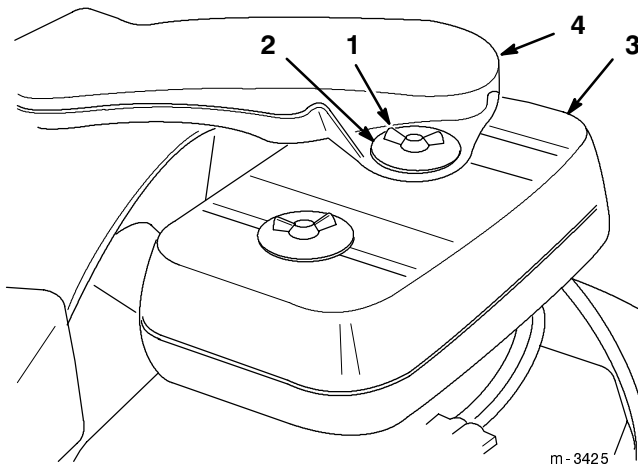

Abbildung 24
3. Den Bereich um den Luftfilter herum reinigen, um zu verhindern, dass Schmutz in den Motor gelangt und Schäden verursacht (Abb. 24).
4. Flügelschrauben, Unterlegscheiben, Lufteinlassrohr und Luftfilterabdeckung entfernen (Abb. 24).